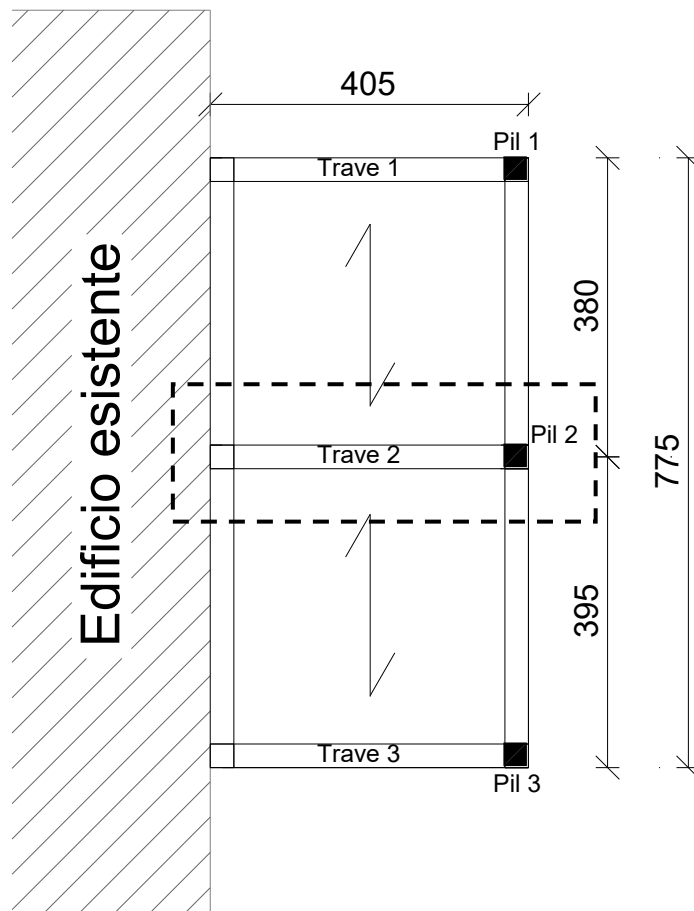

Figura 1. Pianta della struttura con evidenziato il telaio centrale
La struttura mostrata in Figura 1 rappresenta un'autorimessa da realizzarsi in adiacenza ad un edificio esistente, nel comune di Modena. La struttura di nuova realizzazione presenta una copertura piana in laterocemento ed è costituita da tre telai piani in cemento armato posti a distanza di 3.95 m e 3.8 m. Le strutture sono realizzate con calcestruzzo C25/30. Uno schema rappresentativo dei telai è riportato in Figura 2, dal quale è possibile notare che il pilastro è vincolato alla base con un vincolo tipo “cerniera” mentre la trave è collegata all'edificio esistente con un vincolo tipo “carrello”. Le dimensioni degli elementi strutturali riportate nella Figura 1 sono puramente indicative, e devono essere valutate/progettate dal candidato.
- Valutare i carichi verticali q_1 e orizzontali q_2 (legati all'azione del vento) agenti sul telaio centrale (quest'ultimo evidenziato in Figura 1 e schematizzato in Figura 2, costituito dalla Trave 2 e dal Pilastro 2);
La struttura riportata in Figura 1 è costituita da un elemento continuo a telaio composto da un montante verticale incastrato alla base di altezza pari a 10 m, uno sbalzo orizzontale di lunghezza 5 m e un tirante inclinato che collega il nodo di estremità dello sbalzo con il vertice del montante. Lo sbalzo è soggetto a un carico distribuito q di intensità pari a 5 kN/m. Tale carico costituisce l'unica azione agente sulla struttura.